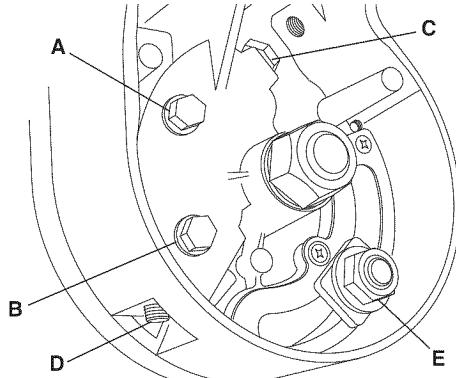

Figura 6. Calibración de la hoja a 0 grados
2. Afloje los tornillos de cabeza "A" y "B" con la llave de tuercas de 10 mm, cuando menos una vuelta completa (Figura 6).
3. Ponga la llave Allen de 4 mm en la herramienta universal y dentro del tornillo de ajuste "D" (Figura 6).
4. Afloje el tornillo de ajuste "D" con la llave de 4 mm, cuando menos 3 vueltas completas (Figura 6).
2. Ponga una llave de tuercas plana de 17 mm en la cabeza del tornillo "E" (Figura 6).